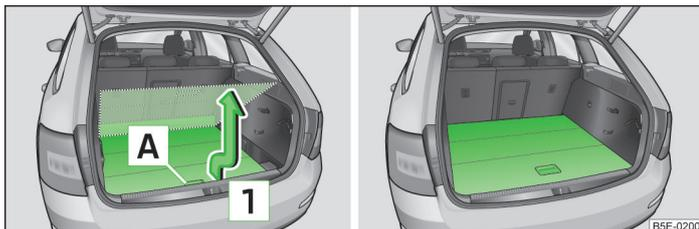

Fig. 95 Réglage de la position supérieure du plancher de chargement variable / plancher de chargement variable sur sa position supérieure
- Saisissez la partie arrière du plancher de chargement variable par la poignée **A** » fig. 95.